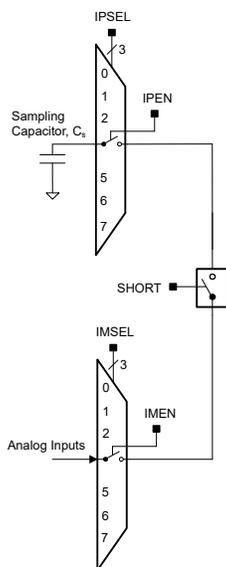

図 6-9. コンパレータ ショート スイッチ
図 6-9 に示すように、必要なサンプリング時間はサンプリング コンデンサ (CS) のサイズ、短いスイッチ (R-) と直列に接続された入力スイッチの抵抗、外部ソース (RS) の抵抗に比例します。サンプリング コンデンサ CS は 100pF より大きい必要があります。サンプリング コンデンサ CS を充電する時定数 Tau は、式 2 で計算できます。